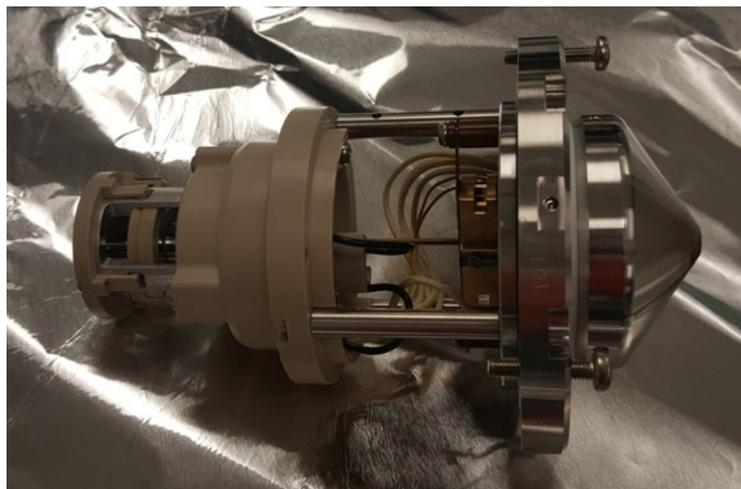

Figure 110 : Vue du système optique une fois retiré
- 7) Posez-le sur une feuille d'aluminium ou une autre surface stérile. Voir Figure 110.